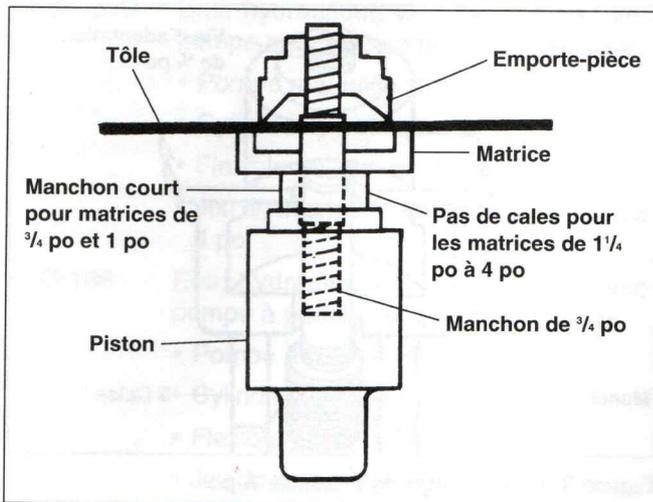

Figure 4 – Décochage des trous de 3/4 po à 4 po
4. Passez la partie fileté du manchon à travers l'avant-trou déjà percé, puis vissez l'emporte-pièce sur ce filetage jusqu'à ce que la pointe de l'emporte-pièce touche à peine la surface du matériau (Figure 4). Actionnez la pompe comme indiqué ci-dessous.